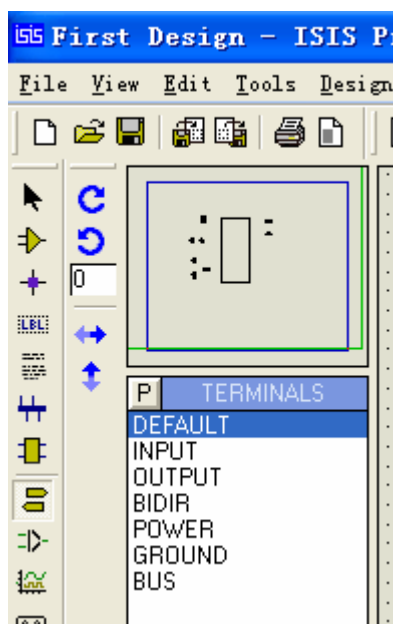

图 2-11
4) 放置电源和地: 单击“绘图工具栏”里的  按钮, 对象选择器窗口出现如图 2-11 所示。选择 POWER 和 GROUND, 最后选择的元器件如图 2-12 所示。